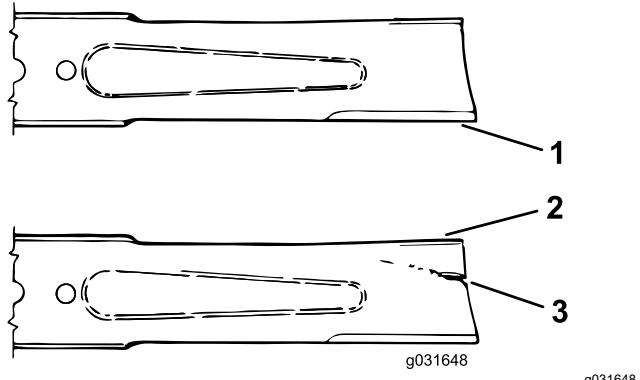

Bild 73
- Prüfen Sie die Schnittkanten des Messers sorgfältig, insbesondere dort, wo die geraden Flächen die gebogenen berühren (Bild 73).